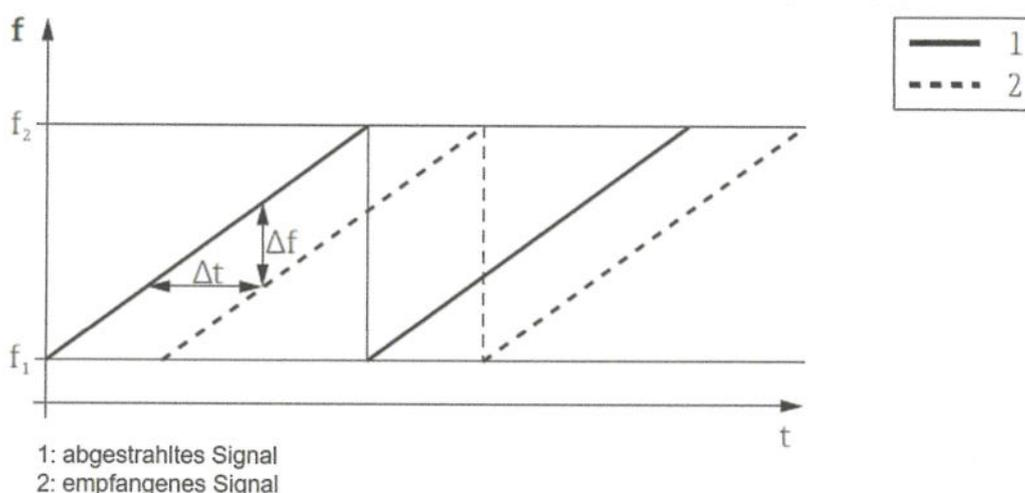

Abbildung 3: Frequenzunterschied zwischen gesendetem und empfangenem Signal
Die Distanz (D) zwischen Referenzpunkt und Produktoberfläche im Tank wird nach der FMCW (Frequency Modulated Continuous Wave) Methode ermittelt. Der Unterschied zur Puls Methode besteht darin, dass ein kontinuierliches Radarsignal ausgesendet und empfangen wird. Die Frequenz des Signals variiert über die Zeit in einer festgelegten Bandbreite (df/dt). Abbildung 3 verdeutlicht die Entstehung des Differenzsignals (Δf).